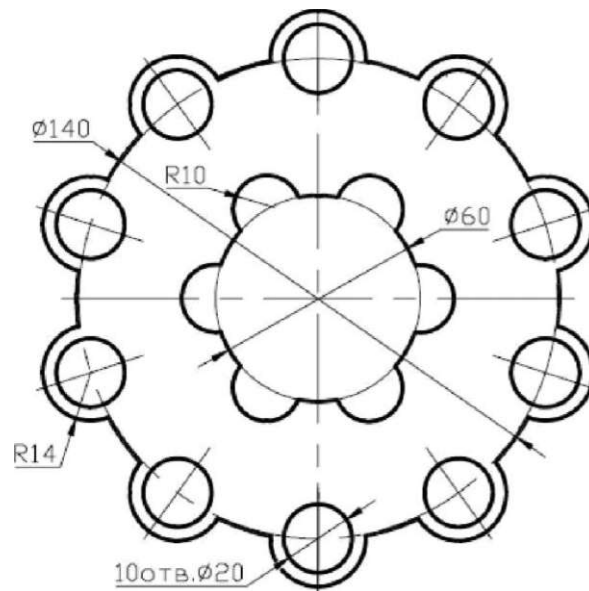

Рис. 2 - пример задания к ЛР №2
1. Построить чертеж детали согласно заданию (рис. 2).